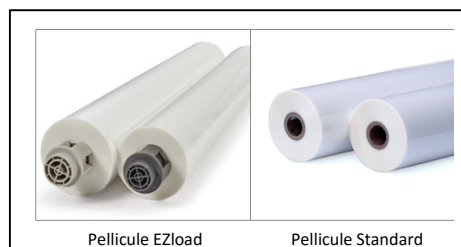

Figure 8
- M. **INSTALLATION D'UN ROULEAU DE PELLICULE :** Le Pinnacle 27 utilise des rouleaux de pellicule standard tandis que le Pinnacle 27 EZload utilise une pellicule de plastification EZ Load. (Figure 8)